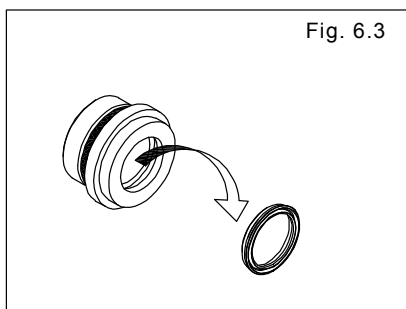

Fig. 6.3
- Retire la empaquetadura del buje de admisión. [Fig. 6.3]